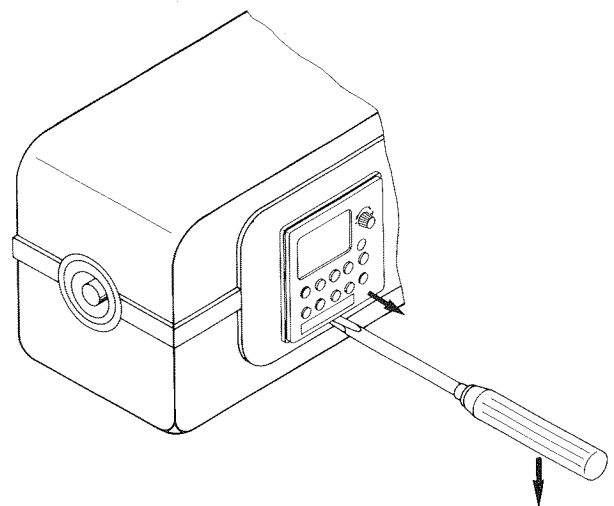

Abb. 4.3
3. Schaltuhr mit einem kleinen Schraubendreher nach vorn ausrasten (an der entsprechenden Aussparung unterhalb der Schaltuhr), und Schaltuhr herausziehen (Abb. 4.3).